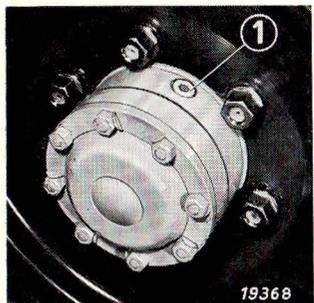

Figure 102
Niveau d'huile est correct s'il atteint le bord inférieur des orifices de garnissage (1). (cf. Fig. 102 - 103 - 104) -
Moyeux de l'essieu AV (Fig. 102)	de chaque côté 0,1 L